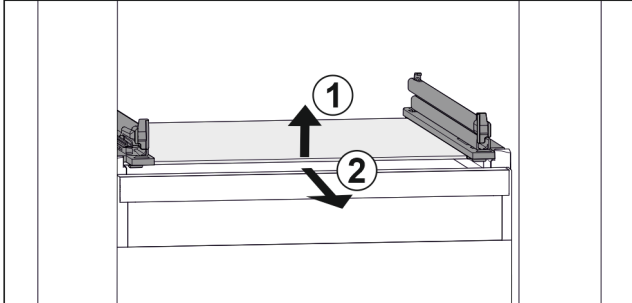

Fig. 46 Примерно изображение на стъклената плоча
- ▶ Повдигнете стъклената плоча отпред. Fig. 46 (1)
- ▶ Извадете стъклената плоча напред. Fig. 46 (2)